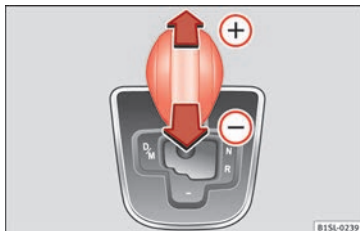

Fig. 149 Levier sur la position Tiptronic.
- Poussez le levier sélecteur vers l'avant (+) ou l'arrière (-) pour passer à un rapport supérieur ou inférieur respectivement » **fig. 149**.